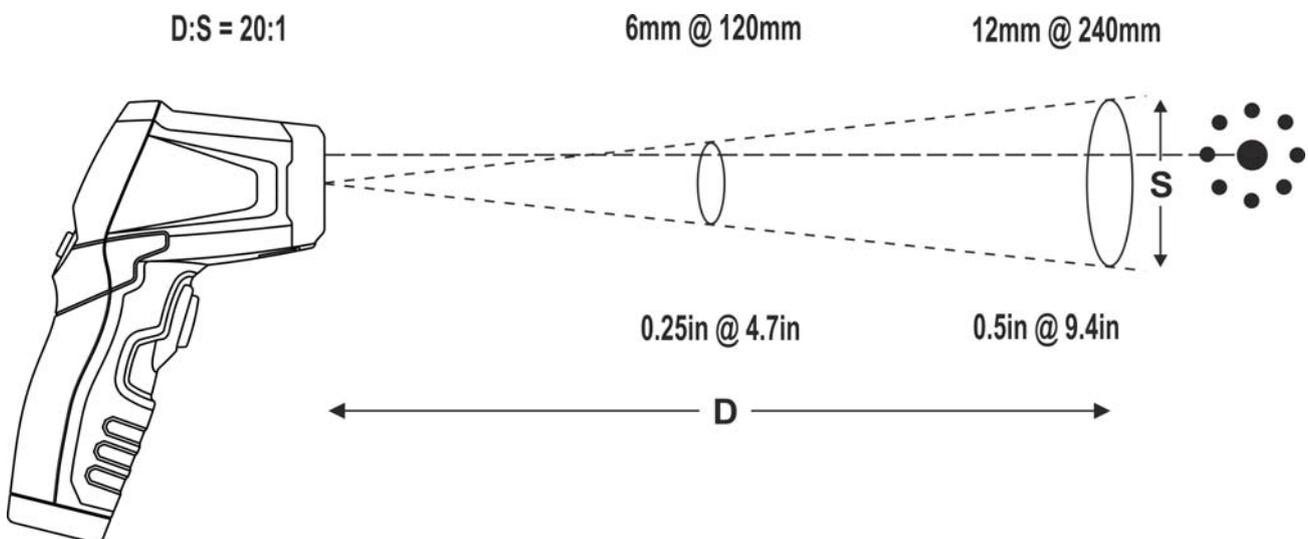

Fig. 4: Definizione rapporto Distanza / Spot di misura dello strumento
5. Assicurarsi che l'oggetto di cui si vuole misurare la temperatura abbia dimensione almeno pari all'area dello spot di misura (vedere Fig. 4). Tanto più è piccolo l'oggetto tanto minore dovrà essere la distanza dall'oggetto stesso (Esempio: se la distanza dell'oggetto in misura è di 240mm, la superficie dell'oggetto deve essere almeno pari a 12mm per una corretta misura di temperatura). **Se la precisione è importante assicurarsi che la dimensione dell'oggetto sia pari ad almeno due volte l'area dello spot**